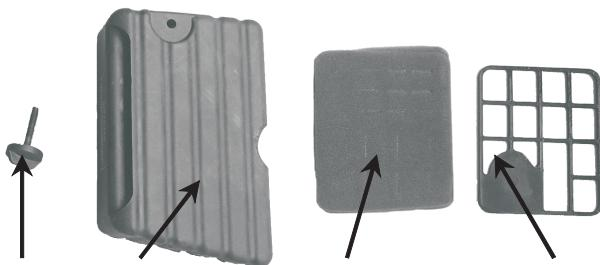

Рис. 23
1. Снимите крышку воздушного фильтра (рис. 23);